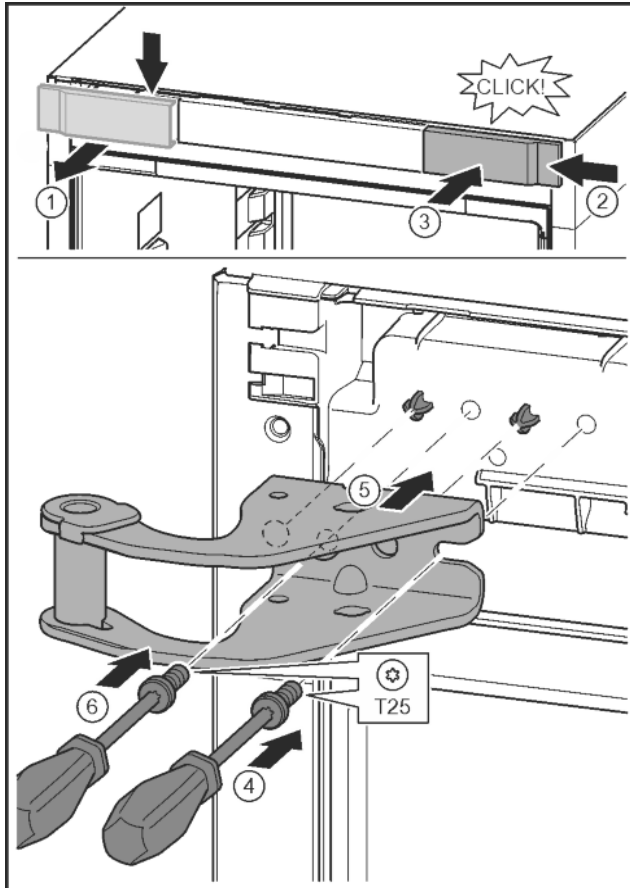

Fig. 13
- ▶ Libérer le cache et le retirer latéralement. Fig. 13 (1)
- ▶ Accrocher le cache tourné de 180° de l'autre côté à droite. Fig. 13 (2)
- ▶ Encliqueter le cache. Fig. 13 (3)
- ▶ Mettre en place la vis avec un tournevis T25. Fig. 13 (4)
- ▶ Mettre en place le support de palier supérieur. Fig. 13 (5)
- ▶ Serrer la vis. Fig. 13 (4)
- ▶ Mettre en place la vis avec un tournevis T25 et la serrer. Fig. 13 (6)